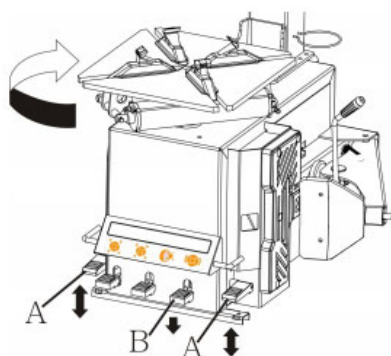

Abb.9
- **Betriebstest:** Nachdem der Strom angeschlossen ist, drücken Sie die Pedale A (siehe Abb.9), und der Drehtisch dreht sich im Uhrzeigersinn. Dieser Test ist sehr wichtig.
- Der Ölöl 1 wird verwendet, um eine bestimmte Menge Schmiermittel in das Gas für die beweglichen Teile im Zylinder und Regler zu geben. Drücken Sie das Pedal B (siehe Abb.9) 3-5 Mal, und ein Tropfen Schmiermittel fällt in den Becher im Regler. Wenn dies nicht geschieht, kann die Einstellschraube 6 angepasst werden.